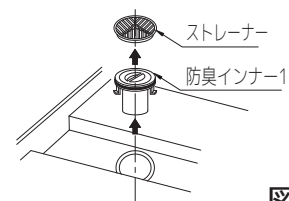
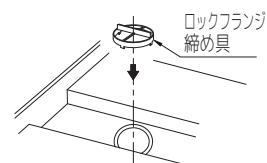

図3
図4
③ストレーナーと防臭インナー1を取り出して（図3）、付属の締め付け具にてロックフランジと排水トラップ本体を締め付けてください（図4）。
④上フタをすのこユニット本体にセットしてからモルタルで固定してください。